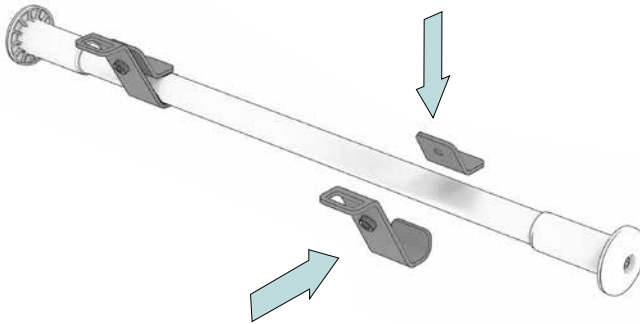

Abb. 3
Die Anbindung wird nun mit Hilfe des kurzen Bleches ③ und der Knebelschraube ④ mit der Rail verklemmt. Die Verschraubung nur lose anziehen, sodass eine Ausrichtung weiterhin möglich ist (Abb. 3 und 4).